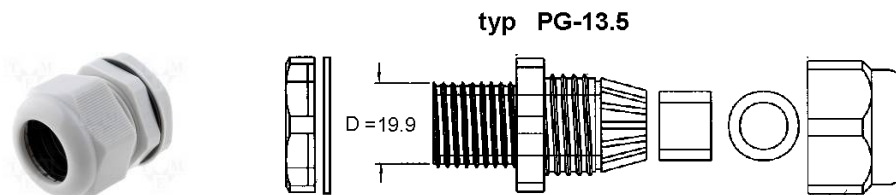

Bild 8. Kabelverschraubungen
- 3) Die Kabelverschraubungen (Bild 8) in die Löcher schrauben.